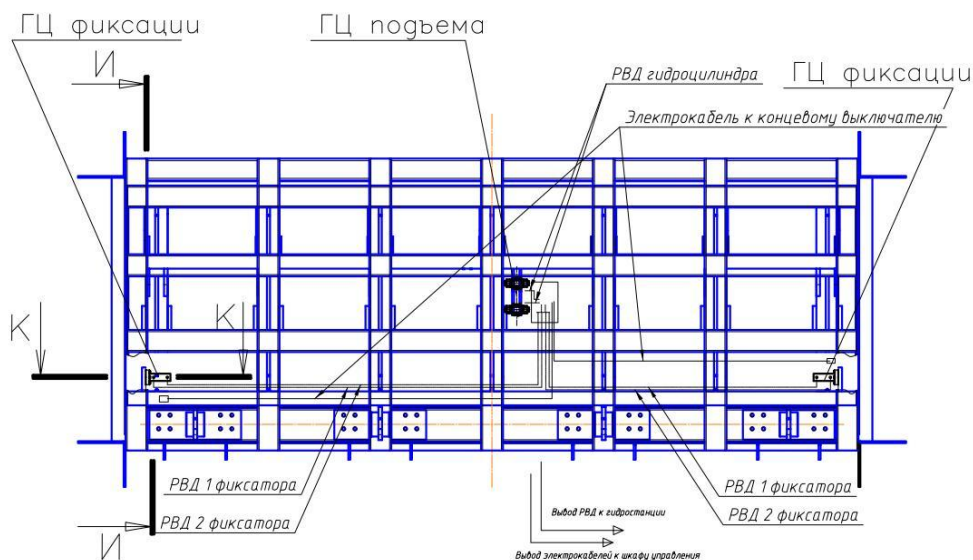

Рисунок 7.1
- 4.1.15 Проложить РВД от блокиратора к гидростанции (рис.7.1) и подключить их в соответствии с маркировкой.